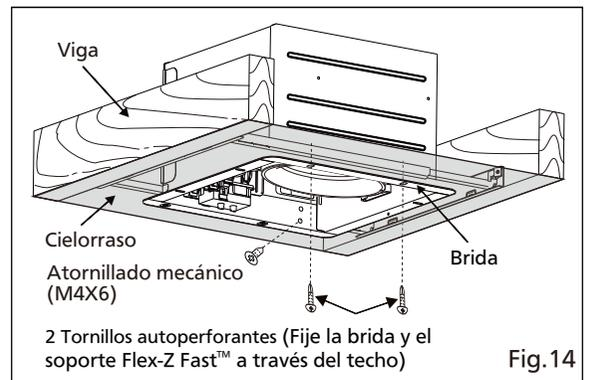

Fig.14
4. Fije el cuerpo del ventilador al soporte Flex-Z Fast™ usando 2 tornillos autopercorantes, conecte el conector alreceptáculo y fije el cuerpo del ventilador al adaptador usando el atornillado mecánico. (Fig.14)